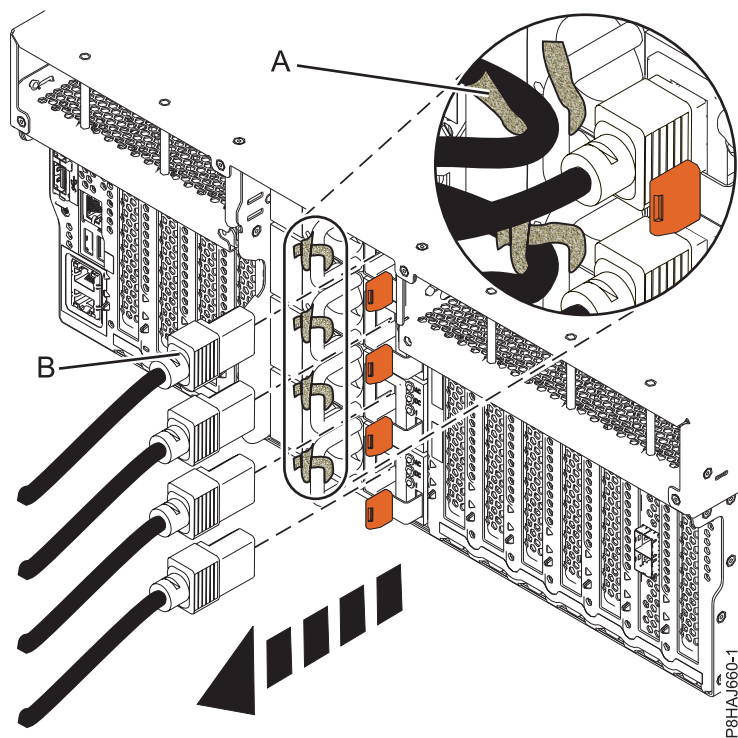
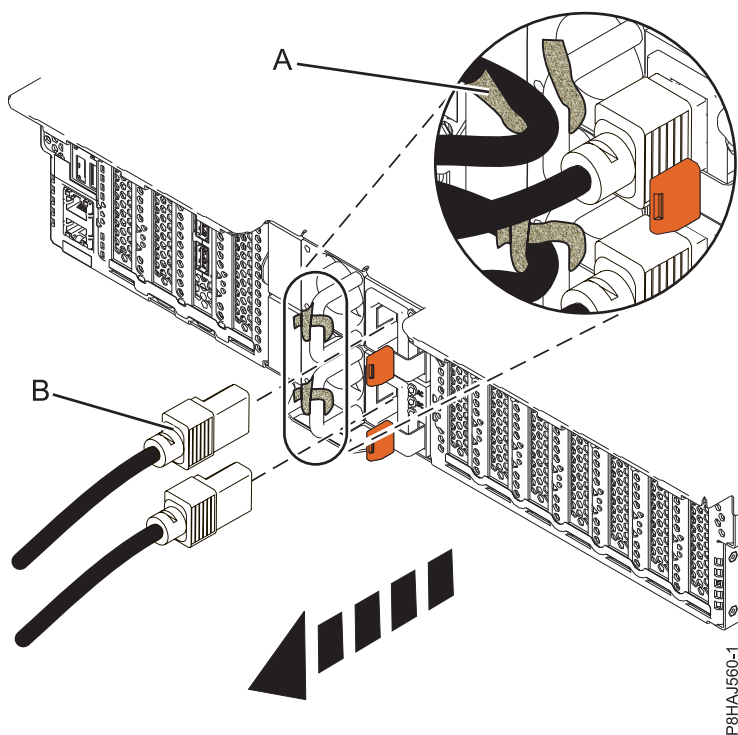
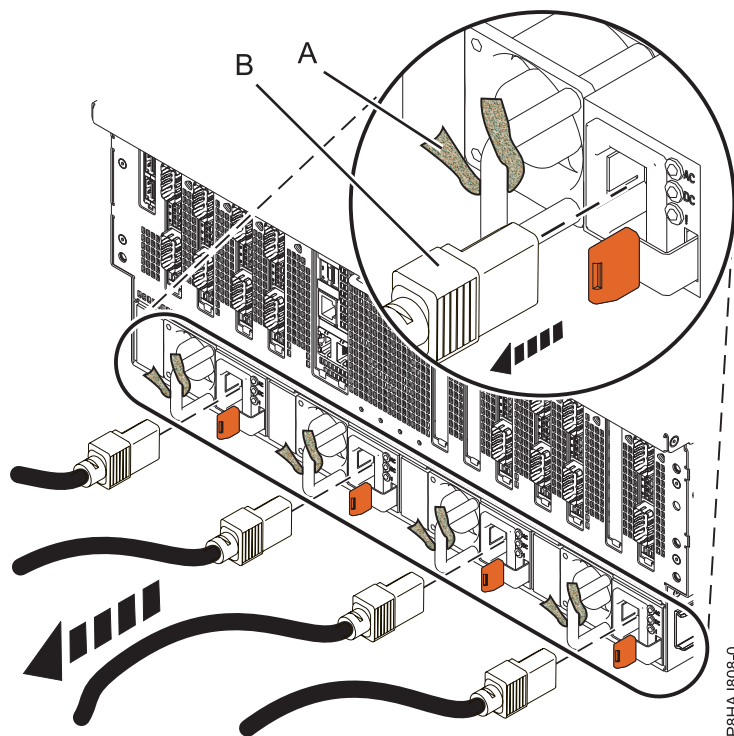

図 18. 8247-42L、8286-41A、または 8286-42A システムからの電源コードの取り外し
図 19. 5148-21L、5148-22L、8247-21L、8247-22L、8284-21A、または 8284-22A システムからの電源コードの取り外し
図 20. 8408-44E または 8408-E8E システムからの電源コードの取り外し
3. 電源コード **(B)** をシステム装置から切り離します。ご使用のシステムのタイプに応じて、42 ページの図 18、42 ページの図 19、または 43 ページの図 20を参照してください。